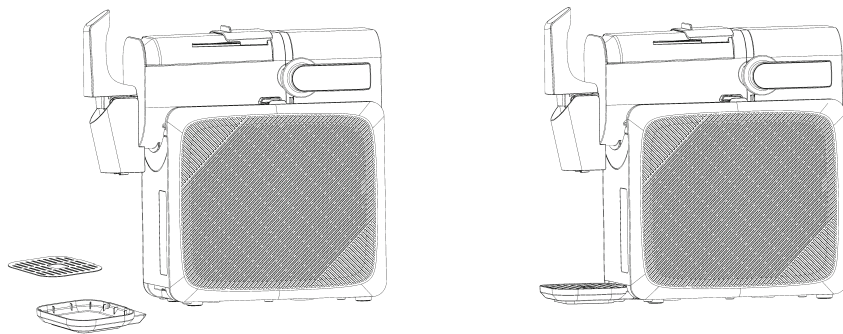

Abb. 3: Tropfschale einsetzen
2. Setzen Sie die Tropfschale ein (siehe Abb. 3).